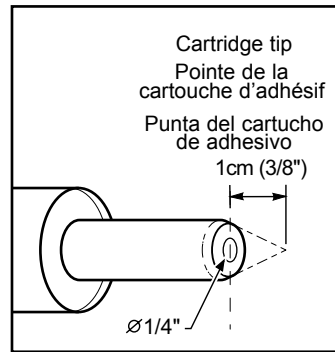

Fig. 4
- Cut nozzle of adhesive cartridge 1 cm (3/8") from the end at a 90° angle toward the tip. In no case should the adhesive bead be larger than a common pencil diameter - 5 mm (1/4"). **Fig. 4.**
- Couper le bout de la cartouche d'adhésif à environ 1 cm (3/8 po), dans un angle de 90°. L'ouverture ainsi pratiquée ne doit jamais être plus grande que le diamètre d'un crayon (maximum 5 mm ou 1/4 po). **Fig. 4.**
- Cortar la punta del cartucho de adhesivo 1 cm (3/8"), en un ángulo de 90°. La apertura nunca debe ser mas grande que el diámetro de un lápiz (máximo 5 mm o 1/4"). **Fig. 4.**